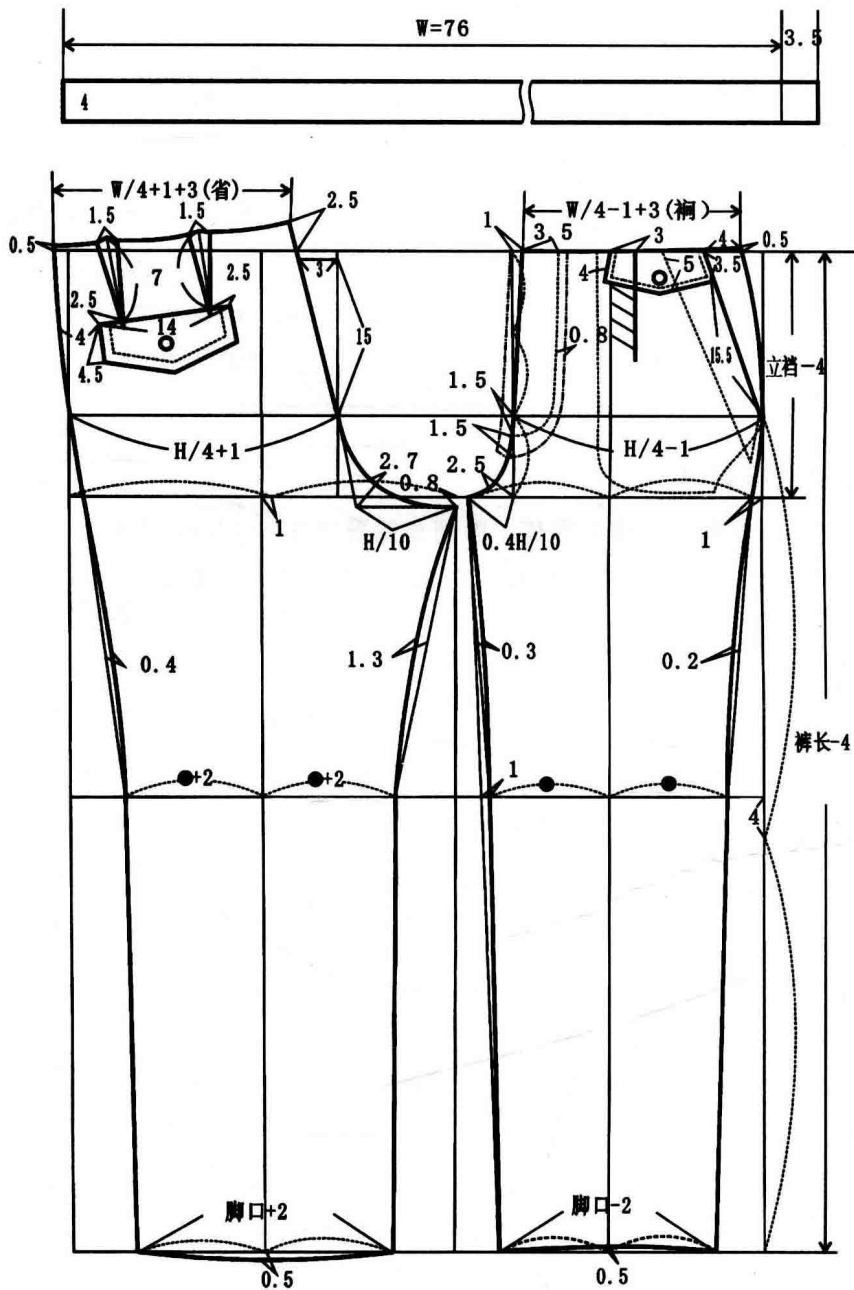
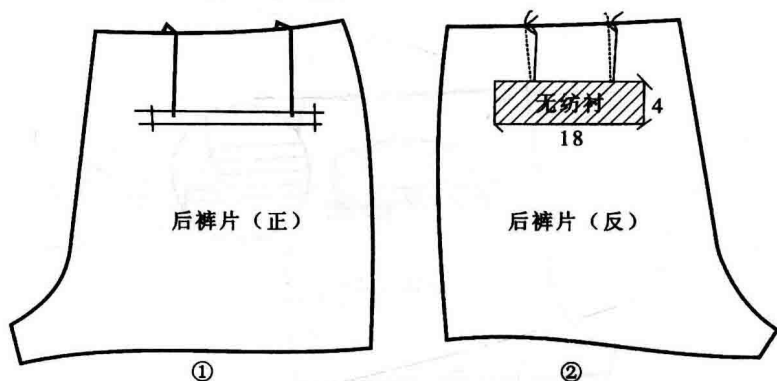

图 1.1-1 前后片纸样设计
图 1.1-15 口袋定位、粘衬
(一)样板制图(见图 1.1-1)
定位(见图 1.1-15-①):先在后裤片正面画出袋位,袋位确定详见图 1.1-1“口袋定位”。
烫衬(见图 1.1-15-②):将后裤片反面朝上放在布馒头上,袋位粘宽 4cm、长 18cm 无纺衬。